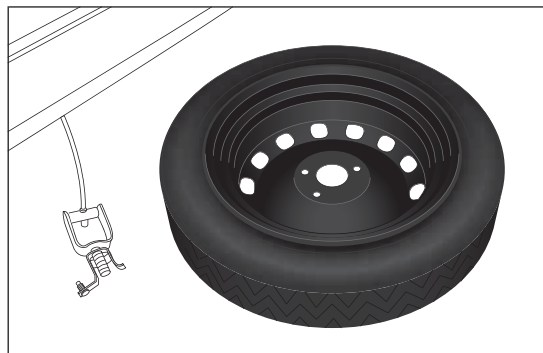

fig. 32
- ☐ a continuación, sacar la rueda de repuesto fig. 32;